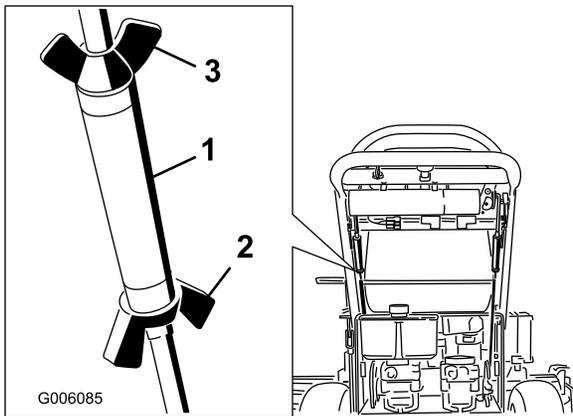

Figura 57
3. Bloquee el tensor apretando las tuercas de orejeta (Figura 57).
5. Bloquee el tensor apretando las tuercas de orejeta (Figura 57)